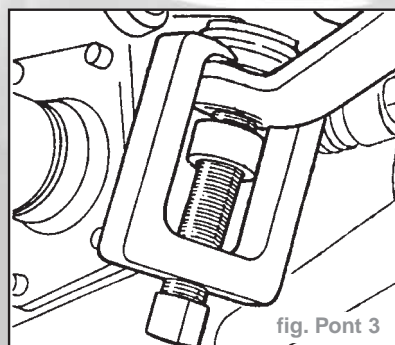

fig. Pont 3
- Déposer les articulations de barres d'accouplement centrales du bras de boîtier de direction et levier intermédiaire (utiliser l'outil **KM-787**) (fig. Pont 3).